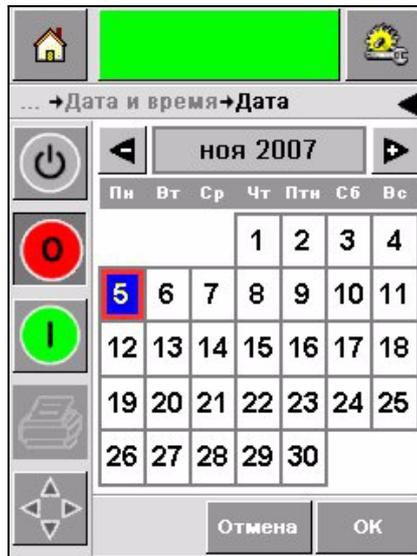

Рисунок 5-24: Отображение календаря
- 3 Коснитесь пункта *Дата*, откроется страница с календарем (Рисунок 5-24 на странице 5-19).